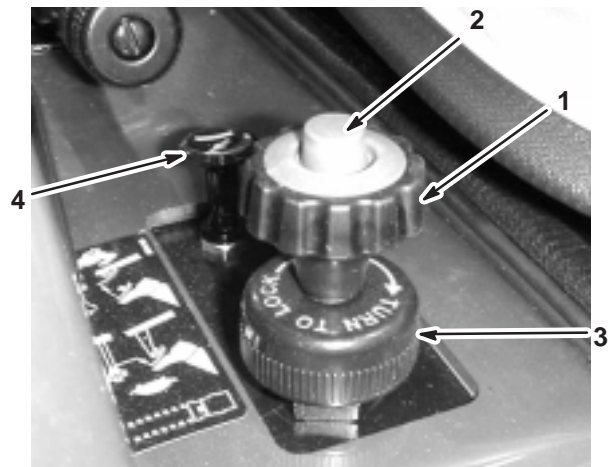

Figure 14
Le limiteur de vitesse est un gros bouton situé à droite du siège (Fig. 14). Il vous permet de régler la course maximale de la pédale d'accélérateur lorsqu'elle est enfoncée, ce qui limite la vitesse maximale du pulvérisateur.
2. Appuyez sur le bouton-poussoir en haut du bouton du limiteur de vitesse et tirez le bouton jusqu'à ce que vous sentiez qu'il touche la pédale d'accélérateur puis relâchez le bouton (Fig. 14).
4. Une fois le réglage effectué, vous pouvez bloquer le bouton en tournant la roue de blocage au bas du limiteur de vitesse dans le sens horaire jusqu'à la butée (Fig. 14). Pour débloquer le bouton, tournez la roue dans le sens anti-horaire jusqu'à ce qu'il puisse bouger.
La commande de starter est un petit bouton situé à droite du siège (Fig. 14). Pour mettre en marche un moteur froid, tirez la commande de starter vers le haut. Dès que le moteur a démarré, réglez la commande de starter de façon à obtenir un régime moteur régulier. Repoussez la commande en position hors service le plus rapidement possible. Le starter n'est pas ou presque pas nécessaire si le moteur est chaud.